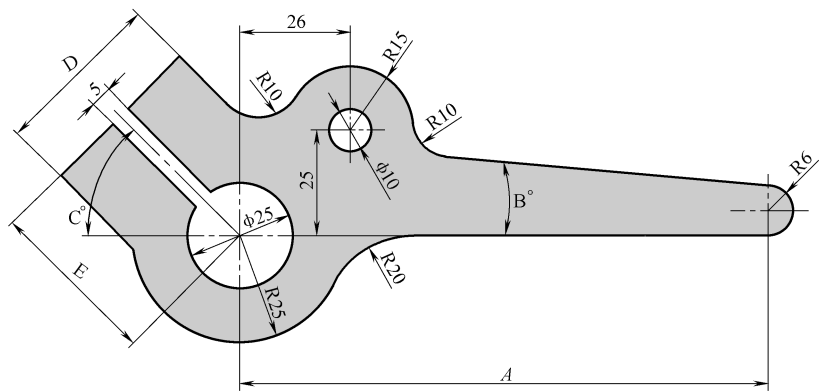

图 A-7 练习题 7
7. 参照图 A-7 绘制图形，注意图中圆弧的相切、同心、对称、水平等几何关系。请问图形中深色区域的面积是多少？